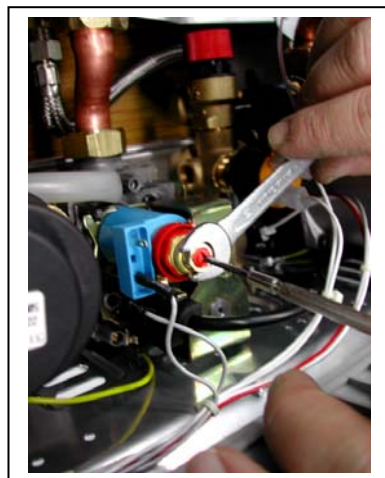

Рисунок 52
- ❑ Удерживайте от вращения внутреннюю часть регулятора при помощи какого-либо острого инструмента (Рисунок 52).